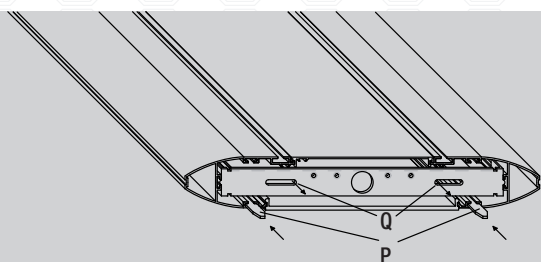

fig. 8 / Abb. 8
- Inserire le piastrelle di allineamento (**P**) (qualora non siano già montate), nelle guide all'interno del profilo come in figura (**fig. 8**), inserendo solo metà della lunghezza della piastrina di allineamento, dal lato indicato dal puntino bianco (il lato contrassegnato dal puntino bianco si incastrerà nelle guide, pertanto utilizzare un martello per compiere l'operazione d'inserimento, mentre la parte che resterà sporgente, sarà solo da infilare nelle guide corrispondenti sull'altro modulo, solo come allineamento).
- Togliere il coperchio o lo schermo superiore, per raggiungere i due fori di fissaggio (**Q**) (fori siti sulle squadrette porta lampada), per la chiusura dei due moduli in linea (**fig. 8**), quindi procedere con l'inserimento delle viti tra le due squadrette dei due moduli da unire e chiuderle con i dadi (in dotazione).